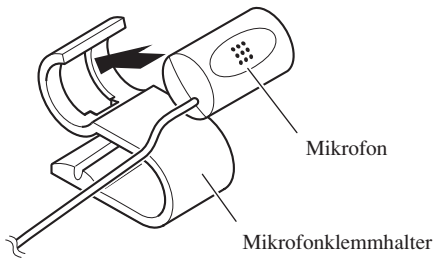

Abb. 19
1. Das Mikrofon im Mikrofonklemmhalter befestigen. (Abb. 19)